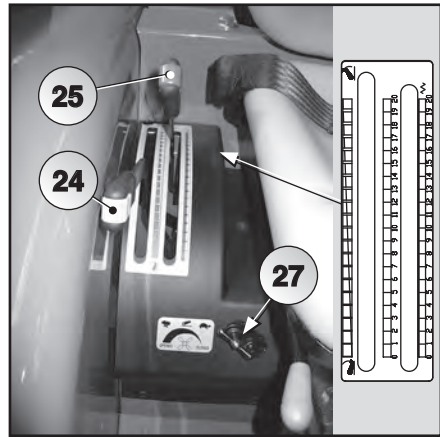

Abb. 5.60
Die Hebel (24) und (25) sind rechts neben dem Fahrersitz angebracht (Abb. 5.60).